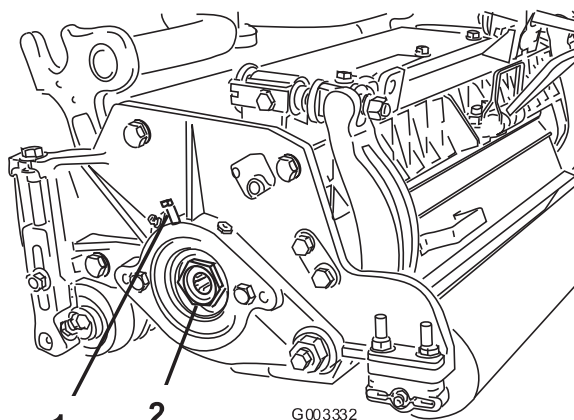

図 20
- A. カッティングユニットの左側にあるベアリング・ハウジングにベアリング 調整ナットを固定している固定ネジをゆるめる (図20)。